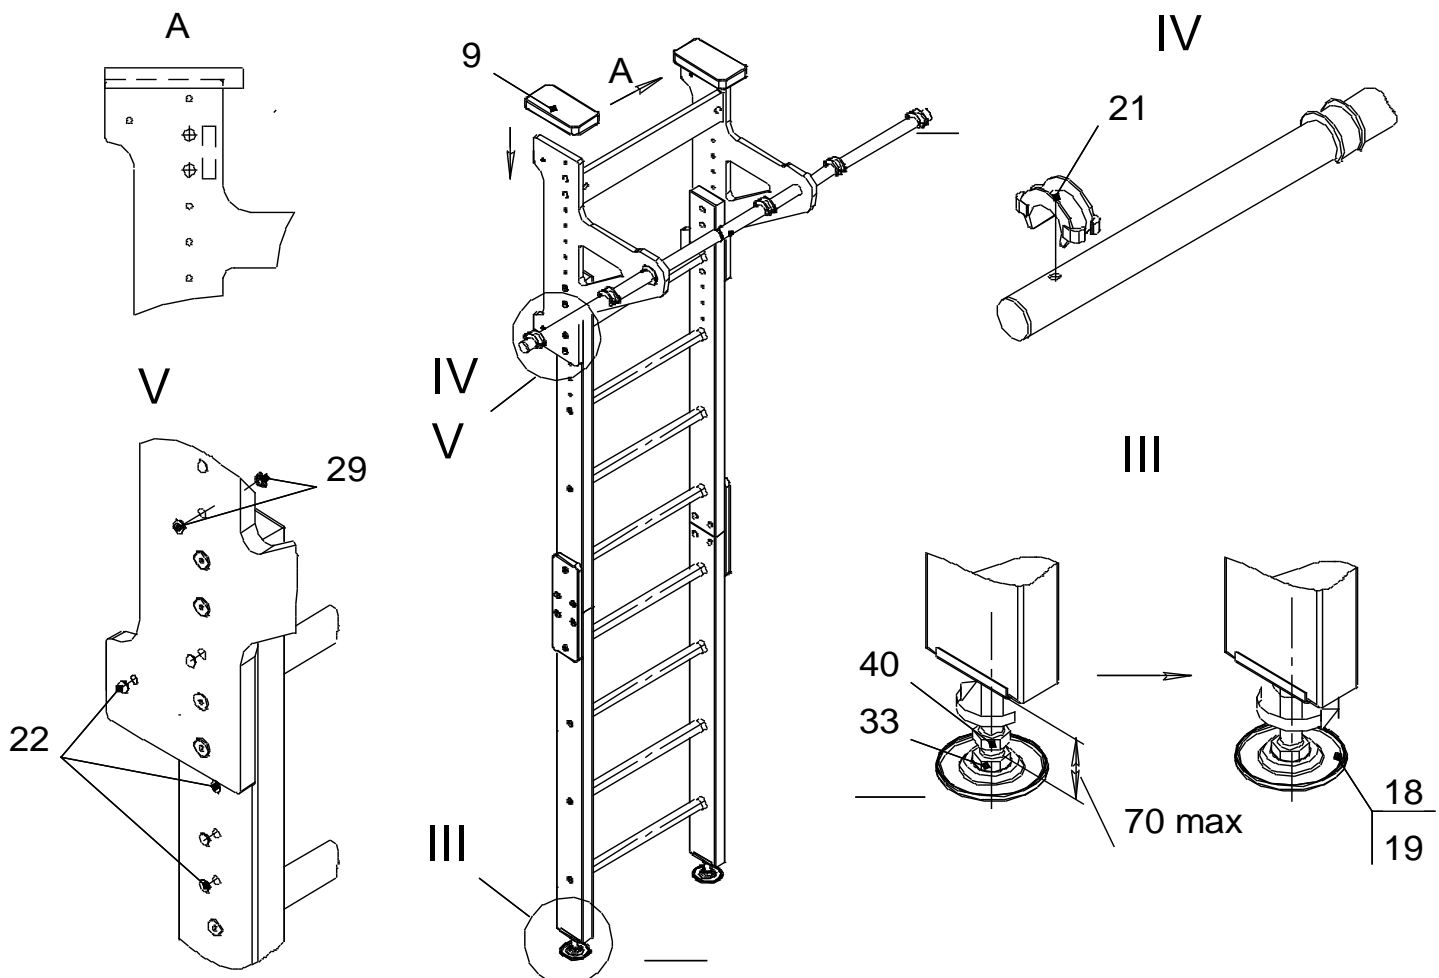

Рис.7
- III. Установить опоры потолочные поз.9; распереть Комплекс вывинчиванием винтов поз.33. После касания верхних опор с потолком необходимо выполнить 1-3 оборота винтов поз.33 и законтрить их гайками поз.40 (рис.7).
- VII. Установить катушки - клипсы поз.21 (см. рис.7; IV).
- VIII. На открытые отверстия установить заглушки поз.22; поз.29 (см. рис.7; V).